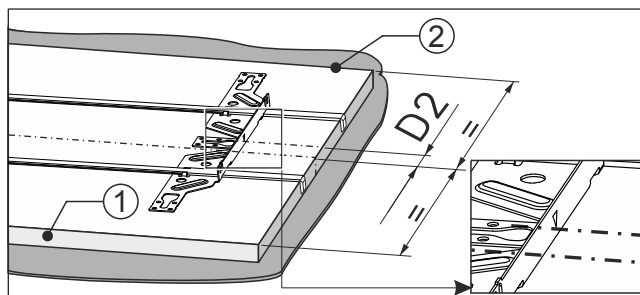

Fig. 92
- ▶ Oznaka pritrdilnega prečnika leži na oznaki Fig. 92 (D2).